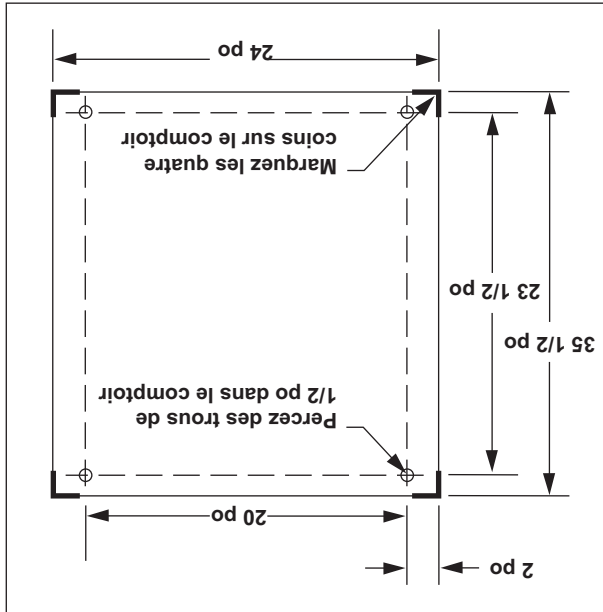

Figure 1
1. Placez le cuisiseur à vapeur à l'emplacement voulu sur le comptoir et marquez les quatre coins. Retirez le cuisiseur à vapeur et percez des trous de 1/2 po comme indiqué dans la figure 1.